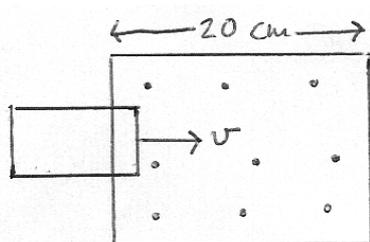

FIGURA 1
2) Una espira rectangular de lados de 10 cm y 5 cm con una resistencia de  $2,5 \Omega$  se mueve con velocidad constante  $v = 2,4 \text{ cm/s}$  a través de una región que tiene un campo magnético uniforme  $B = 1,7 \text{ T}$ , ver Figura 1. El extremo delantero de la espira entra en la región del campo magnético en  $t = 0$ . (a) Hallar el flujo del campo magnético que atraviesa la espira en función del tiempo. (b) Hallar la FEM inducida y la corriente inducida en la espira en función del tiempo. Despreciar los efectos de autoinducción de la espira.